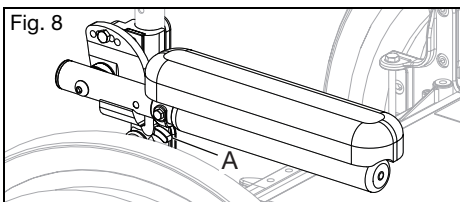

Fig. 8
- Presione la palanca de liberación (Fig. 8:A) hacia arriba para liberar el apoyabrazos.